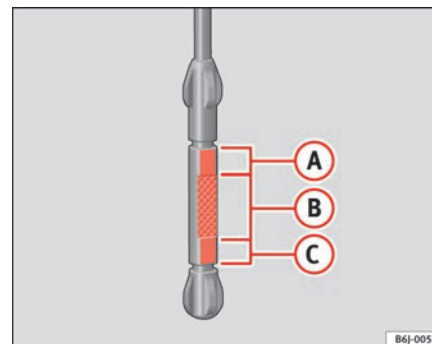

Abb. 126 Ölmesstab
- Den Messstab anschließend wieder herausziehen und den Ölstand ablesen ⇒ Abb. 126. Füllen Sie gegebenenfalls Motoröl nach. ▶